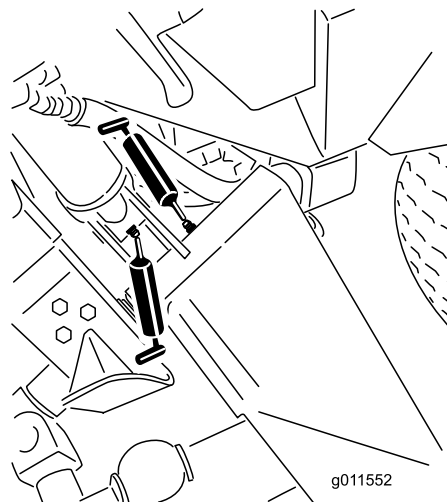
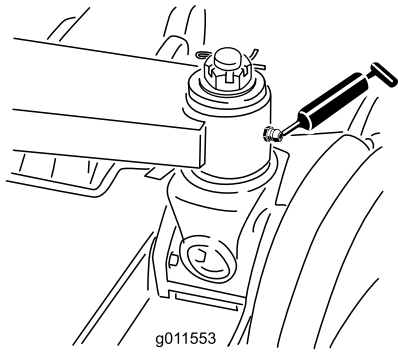

Figura 72
Figura 73
- 6 casquillos de brazos de elevación principales (Figura 72 y Figura 73)